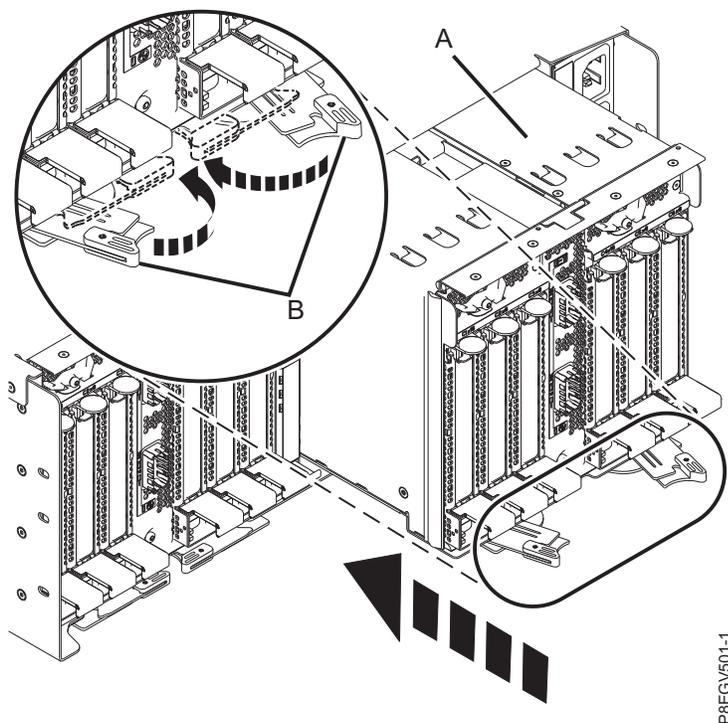

図8. PCIe3 6 スロット・ファンアウト・モジュールのリリース・ラッチのクローズ
5. PCIe3 6 スロット・ファンアウト・モジュール (A) のリリース・ラッチ (B) をシステムの方向に押し、所定の場所にロックさせます。9 ページの図8を参照してください。